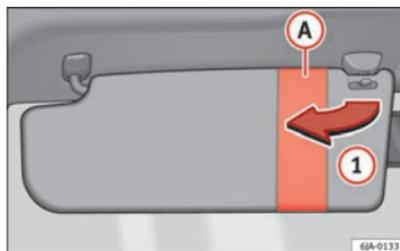
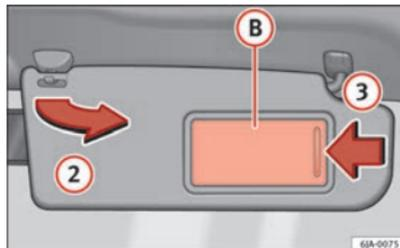

Fig. 63 Parasol del conductor
Fig. 64 Parasol del acompañante
Los parasoles del conductor y del acompañante pueden extraerse de sus soportes centrales y girarse hacia las puertas en el sentido de la flecha ① ⇒ fig. 63 y ② ⇒ fig. 64 respetivamente.
El parasol del acompañante viene provisto de espejo de cortesía ⑤ con tapa. La tapa se abre deslizando en el sentido de la flecha ③ ⇒ fig. 64.